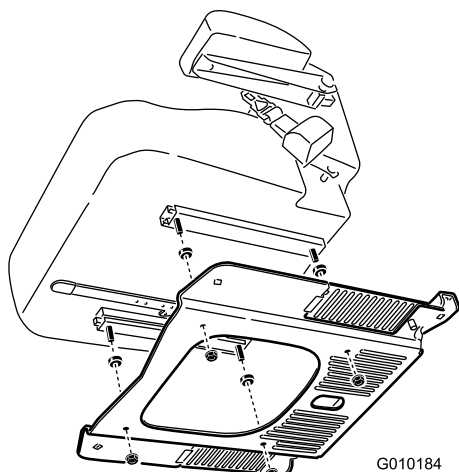

Figure 6
4. Séparez le plateau du siège en retirant les 4 entretoises et les 4 écrous à embase (Figure 6).